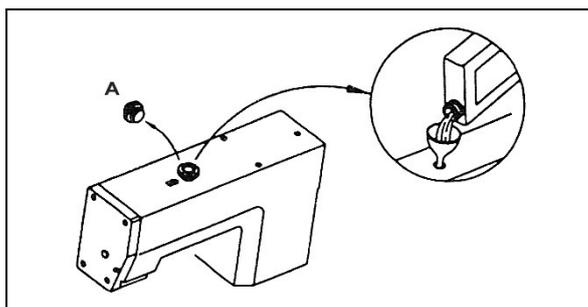

Fig. 3
O óleo lubrificante foi totalmente drenado da máquina antes da sua entrega. Para recolocação do óleo, remova o parafuso (A), e encha o cárter até que o nível atinja os pontos entre as linhas "H" e "L" da gaiola no nível de óleo (fig. 3 e 4).